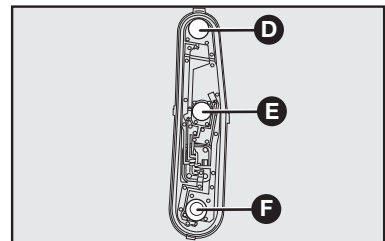

fig. 20
3) retirar a lâmpada **D** (seta), **E** (posição/freio), ou **F** (ré) - **fig. 20** empurrando-a levemente e girando-a no sentido anti-horário;